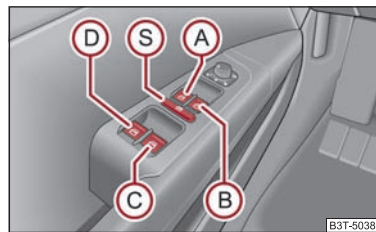

Fig. 39 Teclas en la puerta del conductor
Los conmutadores para las diferentes ventanillas se encuentran en el apoyabrazos del conductor ⇒ **fig. 39**, del acompañante y en las puertas posteriores ⇒ **página 55**, **fig. 40**. ▶
Vd. puede poner fuera de servicio de las teclas en las puertas posteriores pulsando el interruptor de seguridad (S) ⇒ página 54, fig. 39. Se ponen de nuevo en funcionamiento las teclas en las puertas traseras pulsando repetidamente el conmutador de seguridad (S).
- Si se transporta niños en los asientos traseros, se recomienda poner fuera de funcionamiento los elevalunas eléctricos de las puertas traseras (conmutador de seguridad) (S) ⇒ página 54, fig. 39.